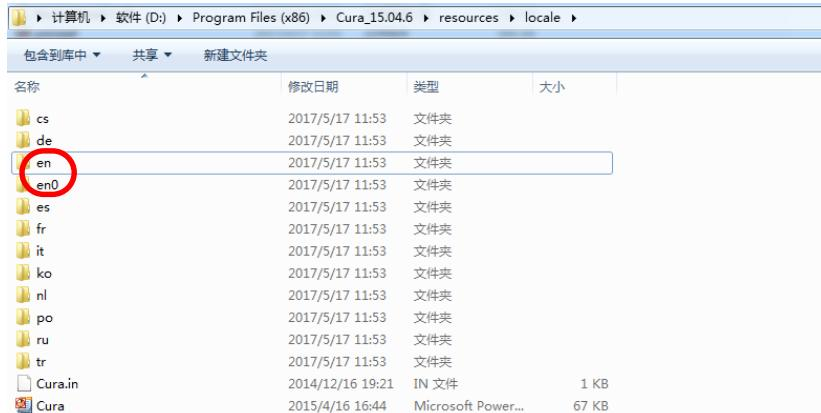

图23
- (4) 将“locale”内的文件夹名‘en’改为‘en0’，将‘zh’改为‘en’，结果如图23。